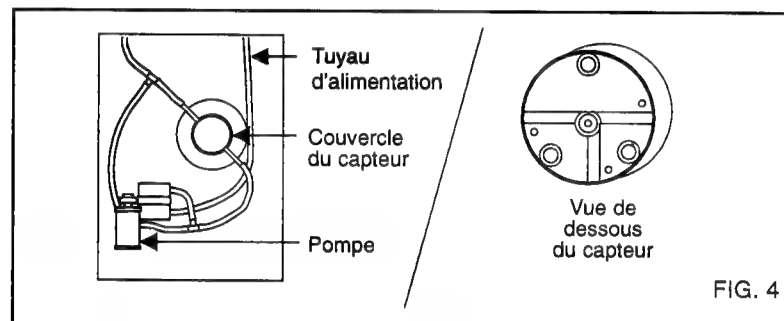

FIG. 4
**Remplacement du capteur** (Consultez la fig. 4, page 27)
2. Dévissez les quatre (4) vis Phillips de fixation du boîtier, situées au dos de l'appareil.
4. Appuyez à deux mains sur les trois (3) languettes qui maintiennent le couvercle en plastique noir du capteur à la carte à circuits imprimés et soulevez le couvercle afin de découvrir le capteur.
8. Veuillez NOTER que la partie inférieure du capteur est dotée de trois (3) petites attaches. Elles sont disposées de telle sorte que le capteur ne peut être placé que d'une seule façon sur la carte à circuits imprimés. Insérez les attaches dans les trous leur correspondant, plaçant ainsi le capteur sur la carte.